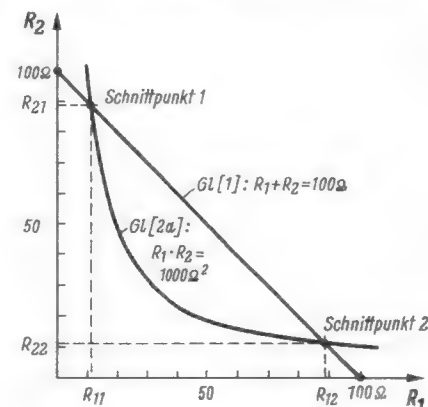

Bild 2. Die zeichnerische Lösung. R_1 und R_2 findet man in den Schnittpunkten der Kurven (1) und (2)
Links: Bild 2. Schnitt durch den Ladeschalter nach Bild 1; B = Betätigungsknopf, T = Trennmesser, K = Kontakte, M = Magnet, P = ferromagnetisches Plättchen, Z = Zenerdiode, F = Druckfeder
Rechts: Bild 3. Seitlicher Schnitt durch den Ladeschalter, Bezeichnungen wie in Bild 2
Man kann sich in einem orthogonalen Koordinatensystem (mit den Achsen R_1 und R_2) die Gleichungen (1) und (2) als Kurven veranschaulichen. Das zeigt Bild 2. Gleichung (1) stellt eine Gerade dar, und Gleichung (2), deren Nenner noch mit $R_1 + R_2 = \text{const.} = 100 \Omega$ vereinfacht wurde, eine Hyperbel:
Der zweite Schnittpunkt der Kurven in Bild 2, und damit die Größe von $R_{1,1}$ und $R_{2,1}$ ergibt sich analog durch Einsetzen in Gleichung (1) und Korrigieren mit Gleichung (2a).
Bis hierher bietet unsere Denksportaufgabe wenig Aufregendes, sie läßt sich eher dem elementaren Bodenturnen zuordnen. Was aber geschieht, wird der weniger trainierte Leser fragen, wenn sich die Kurven in Bild 2 nicht berühren oder schneiden? Heißt das, die Schaltung sei nicht existent? Keineswegs – das heißt lediglich, daß die Gleichung (4) keine reellen Wurzeln besitzt. Das grafische Verfahren versagt hier seinen Dienst, denn es liefert eben nur diese reellen Wurzeln.